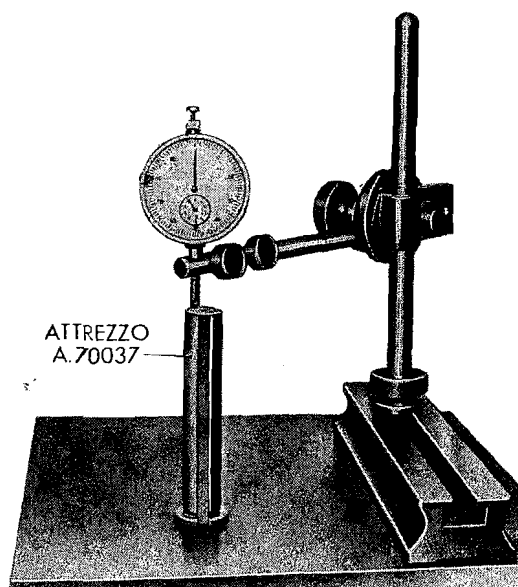
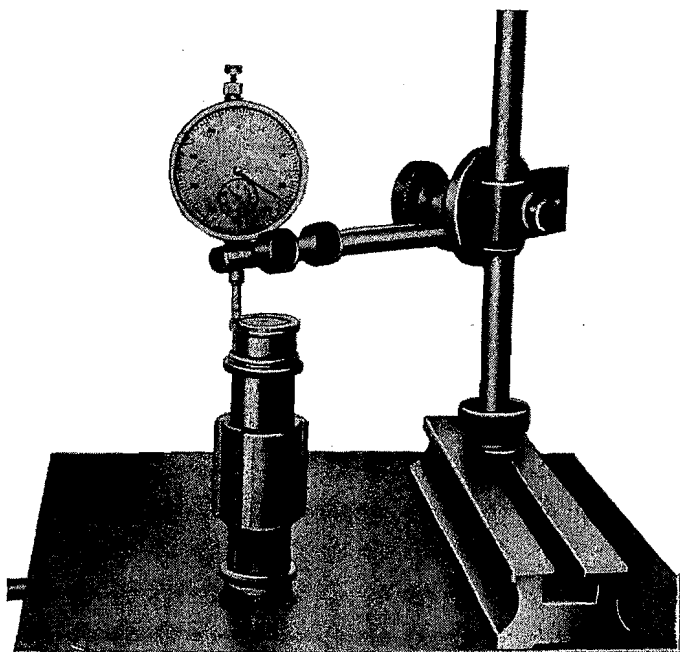

Fig. 59 - Azzeramento del comparatore sull'attrezzo A. 70037.
Fig. 60. - Lettura, sul comparatore, del valore di « c ».
c = Valore letto sul comparatore (fig. 60), pari alla differenza fra l'altezza dell'attrezzo **A. 70037** (fig. 59) e la somma delle altezze dei particolari da montare sul pignone, compresi fra il rasamento interno del cuscinetto anteriore e quello esterno del cuscinetto posteriore.
l'ingranaggio condotto 3^a velocità, il mozzo per manico innesto 3^a e 4^a velocità, la boccola dell'ingranaggio condotto 4^a velocità e l'anello interno del cuscinetto a rulli del pignone conico (fig. 60).
- Azzerare, sull'attrezzo **A. 70037**, un comparatore centesimale (fig. 59).
- Appoggiare l'asticina del comparatore, precedentemente azzerato, sull'anello interno del cuscinetto a rulli e procedere alla lettura (fig. 60).